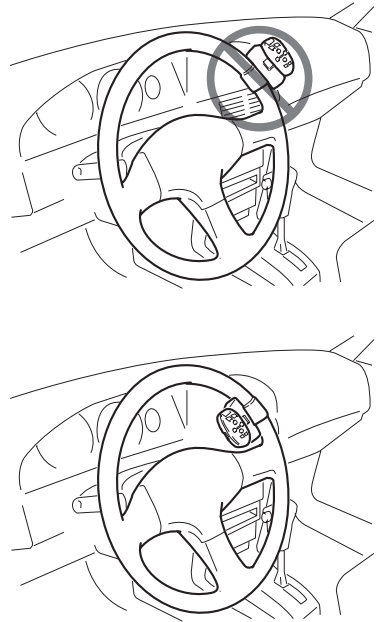

Abb. 6
- Bringen Sie dieses Gerät nicht am Außenumkreis des Lenkrads an, weil es dann die Fahrstabilität stören und dadurch einen Verkehrsunfall verursachen kann. Bringen Sie dieses Gerät wie gezeigt am Innenumkreis des Lenkrads an. (Abb. 6)